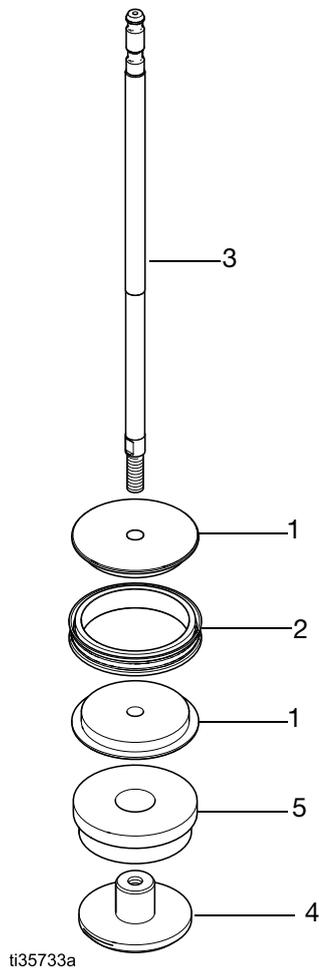

FIG. 5. Smontare o montare il pistone
Vedere FIG. 5, pagina 10.
**NOTA:** In caso di rimontaggio del gruppo pistone da 2500cc potrebbe essere più facile completare i passaggi 1 e 2 mentre le parti sono all'interno del cilindro lubrificato (6).
1. Posizionare le due metà del pistone (1) intorno alla guarnizione del pistone (2) e farle scattare in posizione insieme. Vedere FIG. 5.
2. Applicare Loctite® 268, 263 o 2760 ad alta resistenza (rosso) sulle filettature del diametro esterno dell'asta (3), applicando 360° intorno alla filettatura. Inserire l'asta (3) attraverso il pistone (1) e il distanziatore (5) nel dado del pistone (4). Serrare il dado del pistone (4) a una coppia di 129-135 N•m (95-100 ft-lb). Il sigillante deve essere lasciato indurire per un minimo di 12 ore prima dell'utilizzo.